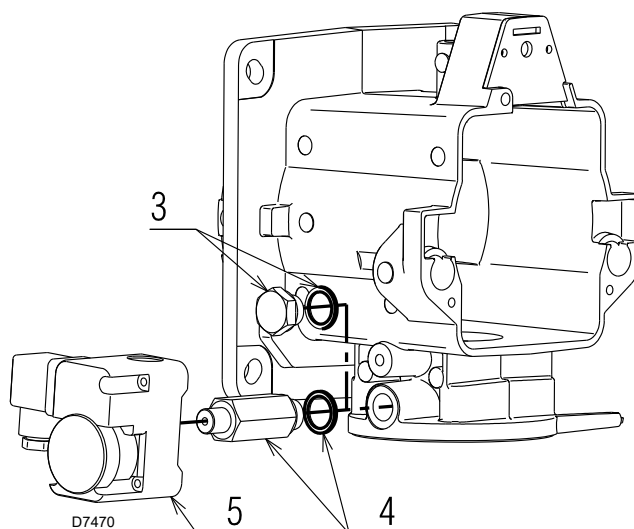

Fig. 3
- Tirar a tampa 3)(Fig. 3) e a relativa junta no lado esquerdo da mangueira.
- Aparafusar a junção 4)(Fig. 3) fornecida no kit interpondo uma nova junta.
- Aparafusar o pressostato 5)(Fig. 3) à junção 4)(Fig. 3) utilizando Teflon - ou um produto similar - para garantir a estanquidade da rosca.